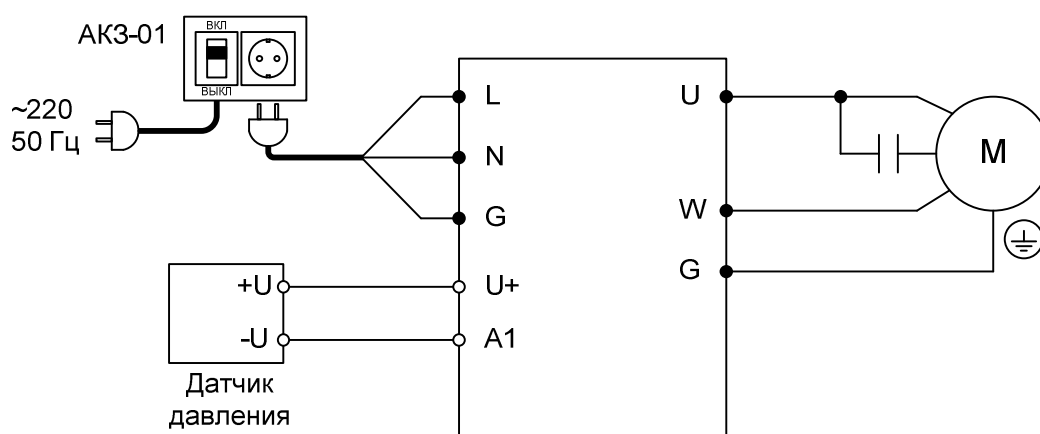

Рисунок 4 – Схема подключения ПЧ
- 1) Установите и подключите ПЧ в соответствии со схемой на рис. 4.